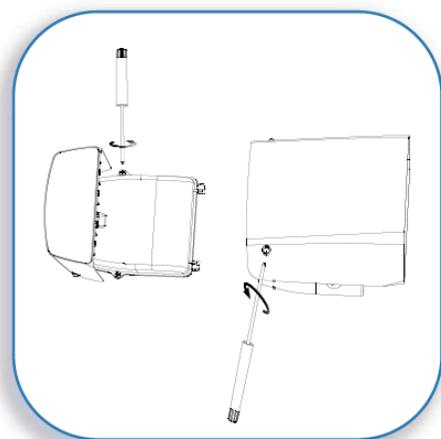

FIGURE 2
3. Serrer les vis latérales internes, fermer le boîtier, ensuite serrer les vis latérales extérieures. (Figure 2).